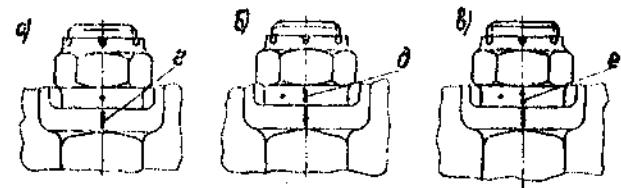

Рис. 37. Нанесение меток при затяжке шатунного болта:
Убедиться, что зазор между опорными поверхностями нижней крышки шатуна и головок болтов, шатуна и гаек шатунных болтов отсутствует. Между ними шум 0,03 мм не должен закусывать. Против риски *г* на шатуне нанести на цилиндрической поверхности гайки (см. рис. 37 а) метку предварительной затяжки. Метка наносится керном в виде одной точки глубиной и диаметром не более 0,5 мм.
6. Против этой же риски на шатуне сделать на гайке карандашом метку *д* (см. рис. 37 б) и измерить гибкой металлической линейкой расстояние между меткой предварительной затяжки и меткой, поставленной карандашом. Длина дуги должна быть 11—14 мм.
8. Против меток на шатуне на цилиндрической поверхности гаек нанести керном метки окончательной затяжки в виде двух точек *е* глубиной и диаметром не более 0,5 мм (см. рис. 37 в).